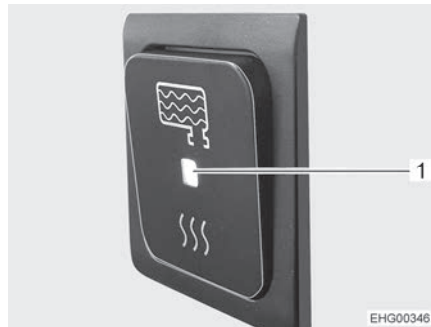

Bild 114 Till/från-brytare, påslagen
När till/från-brytaren på styrningen är påslagen (Bild 114), kopplas avloppstanksuppvärmesystemen automatiskt på så snart utetemperaturen faller under 0 °C. Avloppstanken är därmed skyddad mot frost.
- Tryck nedtill på till/från-brytaren. LED-indikatorn (Bild 114,1) lyser.
- Tryck upptill på till/från-brytaren. LED-indikatorn (Bild 114,1) slocknar.